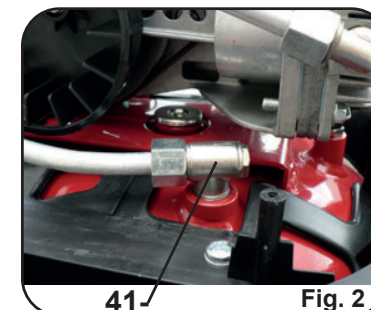

Fig. 2
- Clapet anti retour bloqué par une impureté ou usagé, nettoyer ou changer le clapet anti retour. (Rep. 41 Fig. 2).